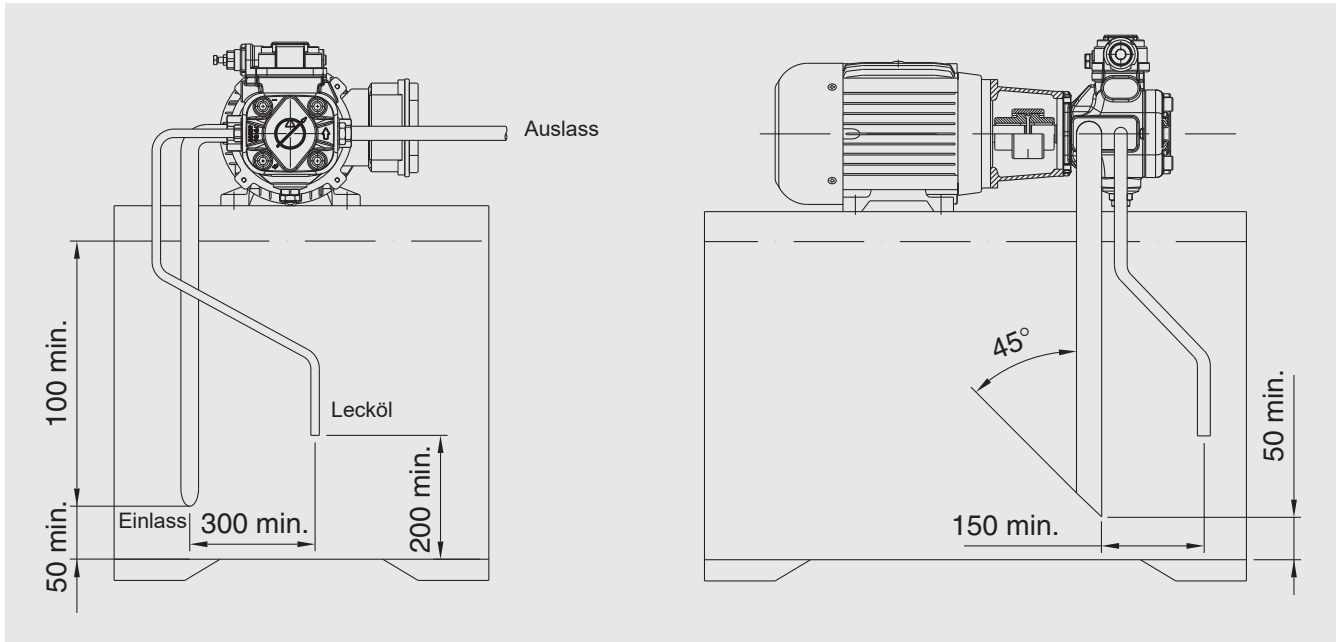

Abb. 2
**Bei der Montage muss der Mindestabstand zwischen den beiden Kupplungshälften unbedingt eingehalten werden (siehe Abb. 2).**
**Pumpen- und Motorwelle müssen sorgfältig zueinander ausgerichtet werden: radialer Versatz max. 0,05 mm; Winkelabweichung kleiner 0,2° (siehe Abb. 2).**